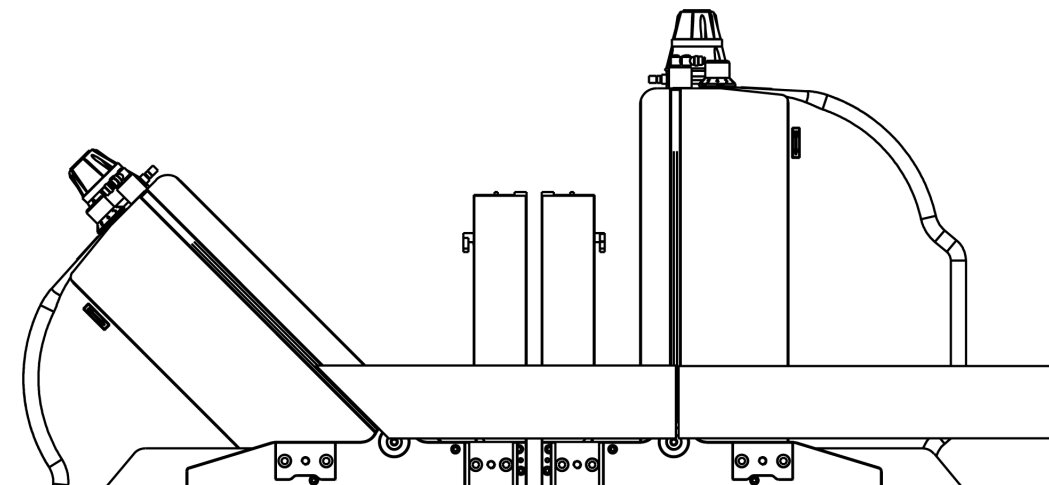

Fig. 08-02
1.ª ETAPA: Corte a 45° somente com a cabeça fixa (ver Fig. 08-02)